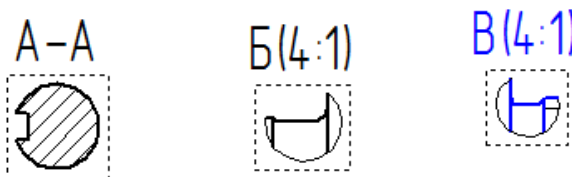

Рис. 45
23.9 Двойным щелчком мыши щелкнуть на букву В и в **Панели свойств** поставить галочку рядом со словом **Масштаб/Создать объект** (см. рис. 45).